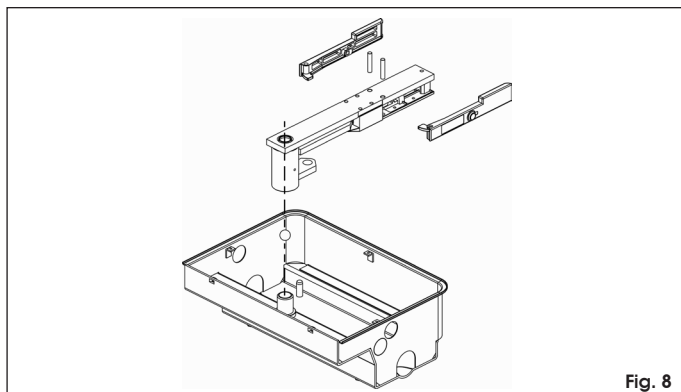

Fig. 8
1. Ensamblar las palancas de desbloqueo en la barra de sustentación e introducir ésta en el perno de la caja de soporte, introduciendo también la bola que se incluye en el suministro (Fig. 8).